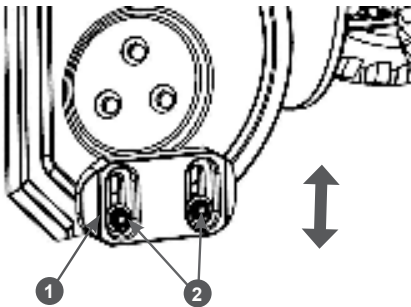

Рис. 20 Регулировка высоты забора снега
2. Открутите гайки 2 крепления полозков 1 на 1-2 оборота и установите полозков на необходимую высоту (Рис. 20). Снова затяните гайки.